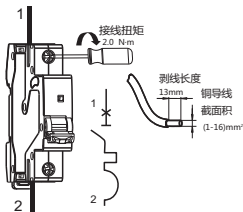

图5 NB1-63(H)接线方式
5.4 适用于铜导线连接，导线选择见下表2，接线方式及剥线长度示意如下图5